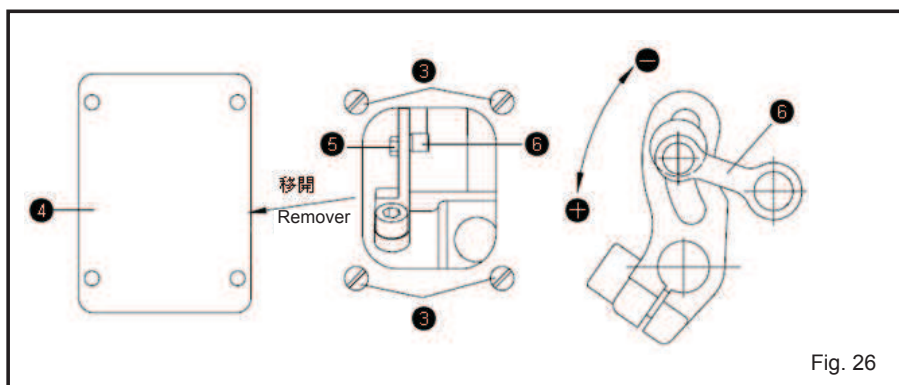

Fig. 26
2. Solução de ajuste 2: (Fig. 26)